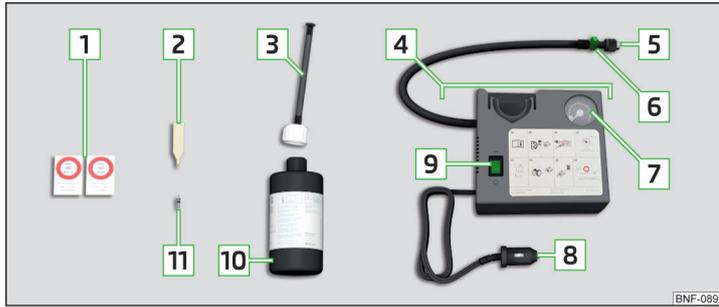

Abb. 337 Pannensetbeschreibung
- ▶ Den Ventileinsatzdreher **2** » Abb. 337 auf Seite 301 auf den Ventileinsatz stecken, sodass der Ventileinsatz in den Schlitz des Ventileinsatzdrehers passt.
- › Den Reifenfüllschlauch **5** » **Abb. 337 auf Seite 301** fest auf das Reifenventil schrauben.